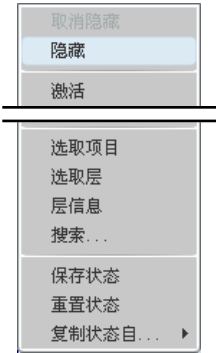

图 9.1.15 快捷菜单（一）
(1) 在左边的层树中右击选取层 BENCHMARK，在系统弹出的图 9.1.15 所示的快捷菜单（一）中选择 隐藏 命令，此时层 BENCHMARK 被隐藏。